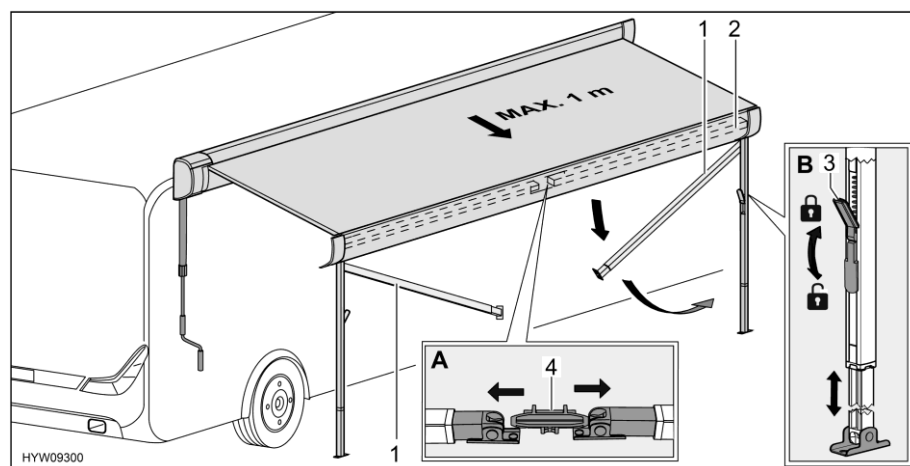

Fig. 47 Preparar los pies de apoyo
- Separar los pies de apoyo (Fig. 47,1) del soporte (Fig. 47,4) en el listón frontal (Fig. 47,2). Para ello, empujar los pies de apoyo ligeramente hacia fuera (Fig. 47,A).
- Soltar los bloqueos (Fig. 47,3) de los pies de apoyo. Para ello, plegar hacia abajo la palanca de bloqueo.
- Extraer la parte inferior de los pies de apoyo a la longitud deseada (Fig. 47,B).
- Cerrar los bloqueos (Fig. 47,3) de los pies de apoyo. Para ello, plegar hacia arriba la palanca de bloqueo.